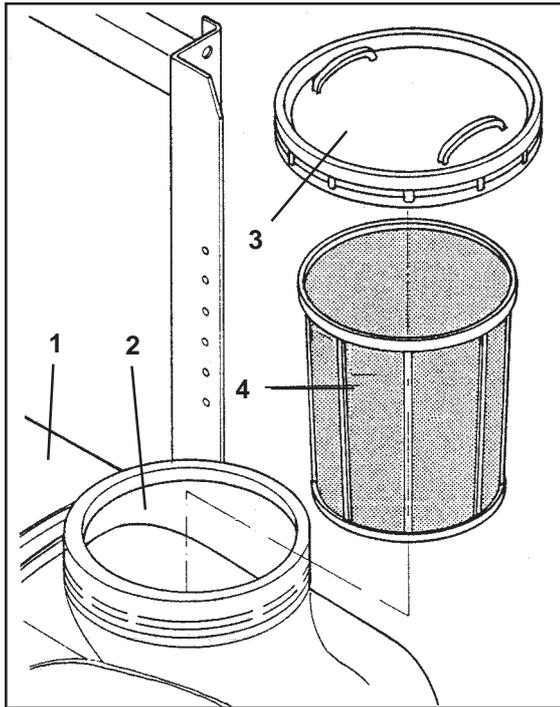

Рис. 6.1
- Заливка воды в бак (рис. 6.1/1) производится через заливную горловину (рис. 6.1/2) из водопровода "свободно падающим потоком". Заливная горловина закрывается резьбовой крышкой (рис. 6.1/3). Для заливки применяется заливной шланг как дополнительное оборудование (см. главу 12.2).
Заполнение бака осуществлять только с применением сита (рис. 6.1/4).